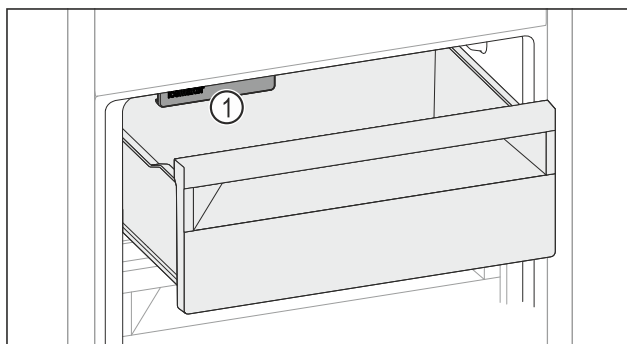

Fig. 160
- Rekening houden met IceMaker Fig. 160 (1).